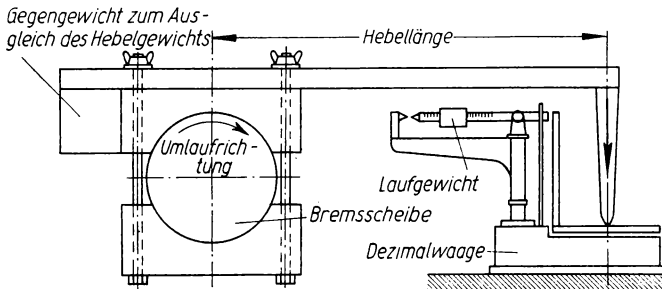

Bild 241
**368.** Eine Dampfmaschine wurde mittels Backenbremse (Pronyschen Bremszau) nach Bild 241 gebremst, so daß sie  $120$  U/min machte. Die Dezimal-
**369.** Bei Untersuchung einer Wasserturbine mittels Bremsdynamometers nach Bild 241 wurde gemessen: Belastung der Dezimalwaage 127 kg, Hebellänge 1500 mm, Drehzahl 230 U/min. Dabei wurde sekundlich eine Wassermenge von 860 Litern mit 6,5 m Gefälle verbraucht. Gesucht wird a) die Bremskonstante; b) die abgebremste Nutzleistung der Turbine; c) die in dem zugeführten Wasser aufgewandte Leistung (Aufg. 118); d) der Wirkungsgrad der Turbine.
**370.** Die Leistung eines Elektromotors, wurde mit Bremsdynamometer nach Bild 241 bei  $n = 780$  U/min gemessen. Das Ende des 600 mm langen Hebels übte auf die Dezimalwaage eine Druckbelastung von 11,1 kg aus. Aus dem elektrischen Leitungsnetz wurde nach Angabe der Instrumente eine Leistung 6,6 kW (Aufg. 108 d) entnommen. Zu berechnen ist a) die Bremskonstante; b) die abgebremste Nutzleistung des Motors; c) die zugeführte elektrische Leistung; d) der Wirkungsgrad des Motors.